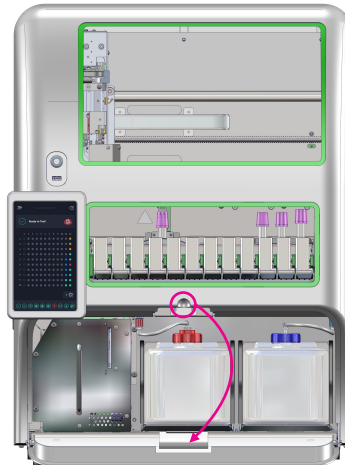

Figura 54
1. Abra la puerta delantera para acceder al compartimento del recipiente (Figura 54).